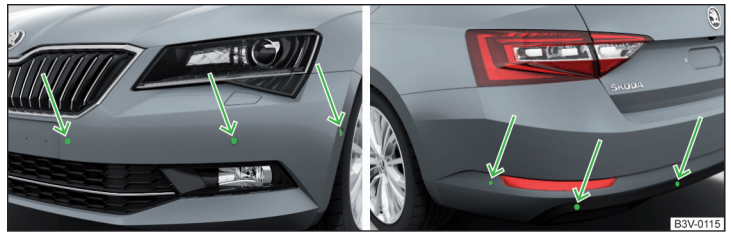

Abb. 268 **Verbauort der Sensoren auf der linken Fahrzeugseite: vorn / hinten**
- Die Systemsensoren » Abb. 268 auf Seite 230 sauber, schnee- sowie eisfrei halten und mit keinerlei Gegenständen abdecken, anderenfalls kann die Systemfunktion eingeschränkt sein.
Das System berechnet mithilfe von Ultraschallwellen den Abstand zwischen dem Stoßfänger und einem Hindernis. Die Ultraschallsensoren befinden sich je nach Fahrzeugausstattung im hinteren bzw. auch im vorderen Stoßfänger » Abb. 268.